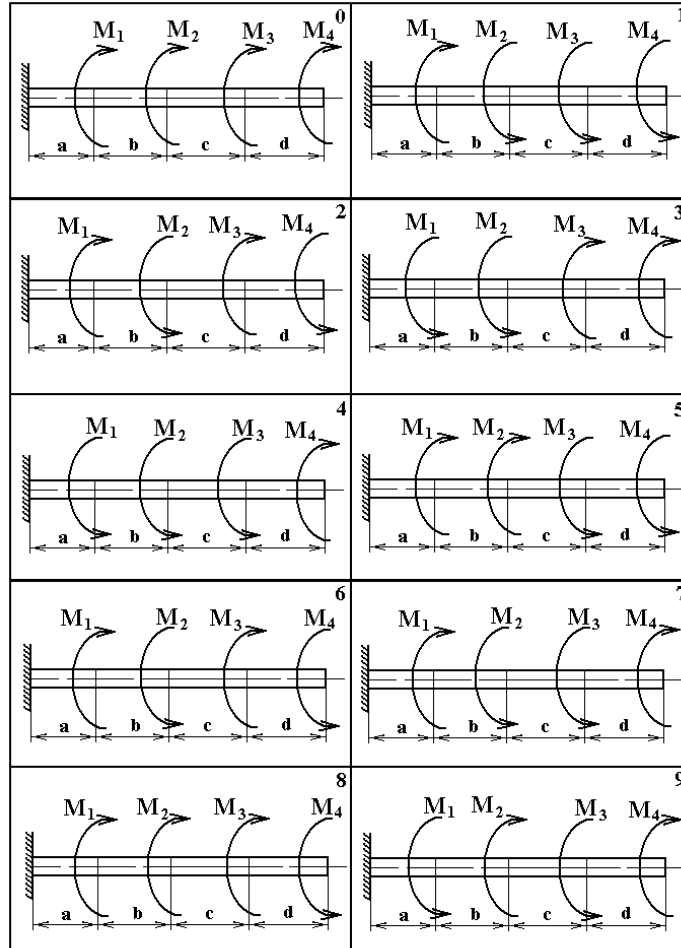

Рисунок 3.2
- Данные для расчёта взять из Таблицы 3.1 и рис. 3.2.
К стальному валу приложены три крутящих момента: $M_1=5$ кН·м, $M_2=4$ кН·м, $M_3=0,5$ кН·м (рис. 3.2). Размеры вала $a=1,1$ м; $b=0,8$